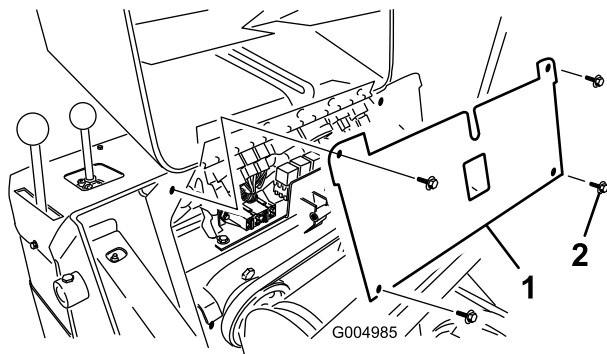

Figure 43
- Retirez les 4 vis de fixation du panneau de fusibles et tirez le panneau vers vous puis vers le haut pour le déposer (Figure 43).